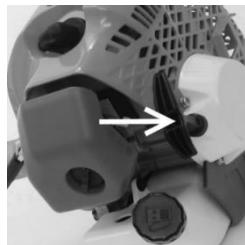

Рисунок 10
4.1.6 Притримуйте виріб однією рукою, вільною рукою потягніть за ручку стартера до його «зчеплення». Кілька разів потягніть рукоятку стартера без ривка (рис.10) до появи перших ознак запалювання суміші в циліндри двигуна.